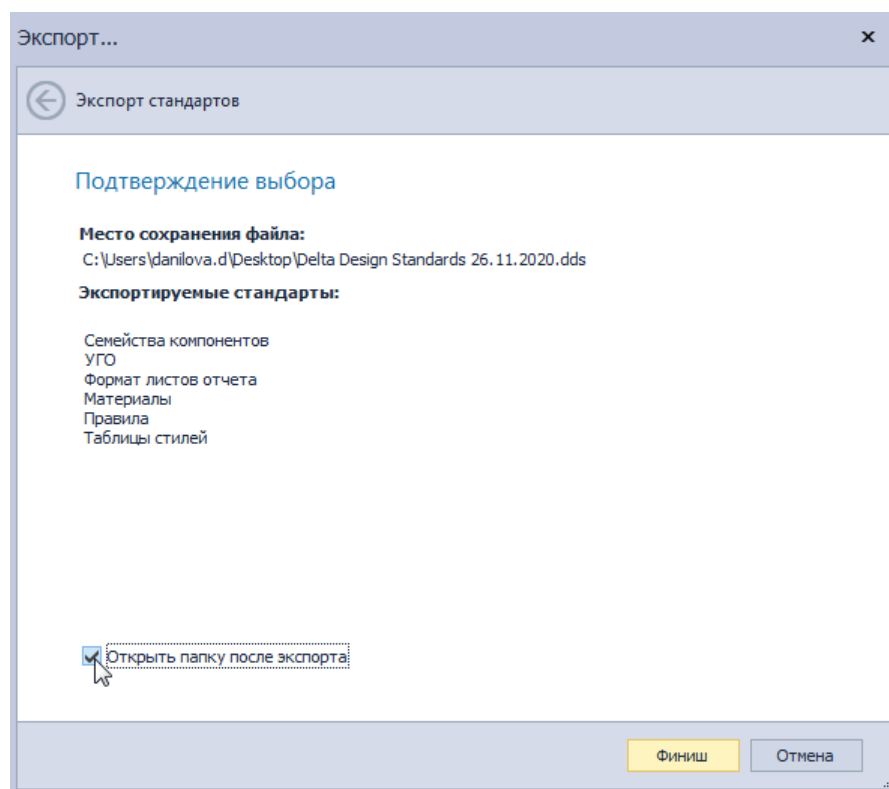

Рис. 14 Сверка корректности экспорта
8. Проверьте выбранный путь для сохранения и перечень экспортируемых разделов стандартов повторно, Рис. 14. Установите флаг в поле «Открыть папку после экспорта» и папка с перечнем экспортированных стандартов будет открыта после завершения процедуры.